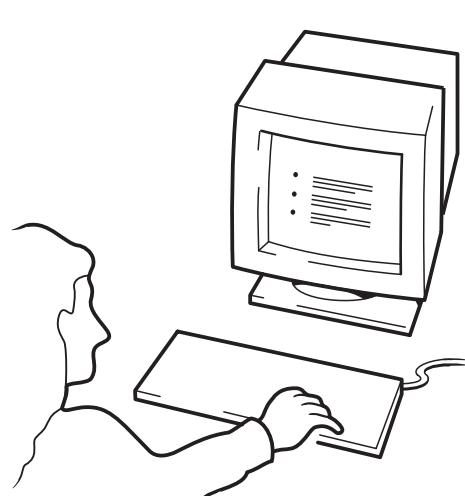

图 10c: 使用 HP OBDR, 第三步
- 3 请按照屏幕上显示的说明设置操作系统 (见图 10c)。(屏幕上显示的说明将随备份软件变化。) 通常, 您可以接受对所有提示的缺省响应, 例如按下 <Enter> 键即可。